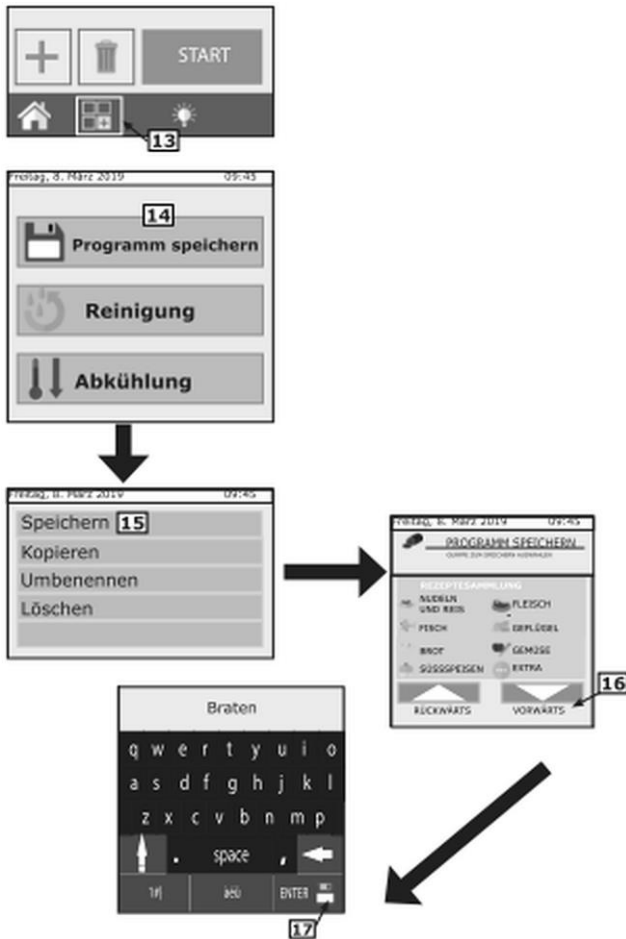

Abb. 21
- nach Erstellung eines Garprogramms die Taste Funktionen (13, Abb. 21) zum Zugang zur Bildschirmseite Programmfunktionen drücken;
- die Funktion „Programm speichern“ (Taste 14, Abb. 21) wählen;
- auf der nächsten Bildschirmseite die Taste Speichern (15, Abb. 21) drücken;
- anschließend die Taste "Vorwärts" (16, Abb. 21) drücken;
- die Taste der Eingabe (Taste 17, Abb. 21) drücken, um das Garprogramm zu speichern.